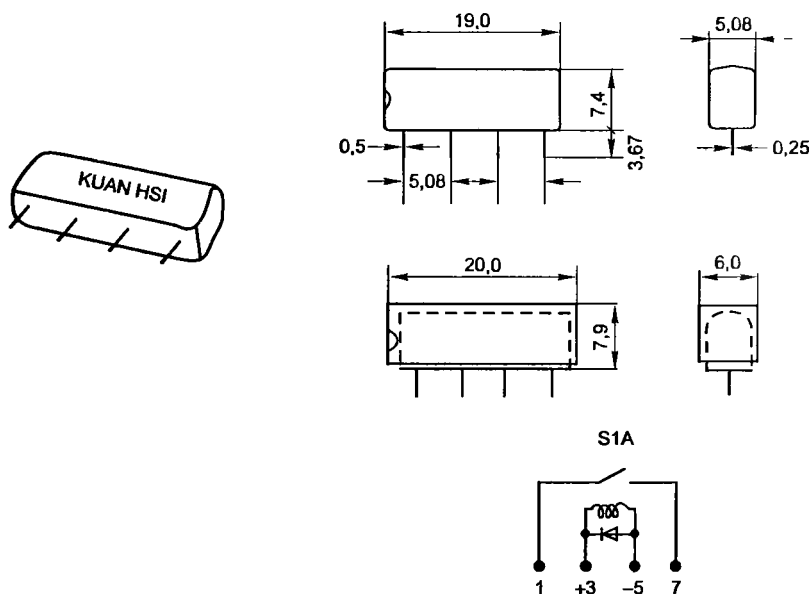

Рис. 7.9. Герконовые реле серии S
1. Внутренняя схема включения (рис. 7.9) S1A.